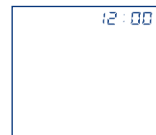

fig. 3
Appuyez sur la touche Memory pour sélectionner le mois et valider avec la touche Start/Stop. Procédez de la même manière pour paramétrer le jour, l'heure et les minutes (fig. 2, fig. 3).
- Si le brassard est appliqué autour du bras gauche, le tuyau à air est posé dans le pli du bras en direction de l'appareil et le repérage de l'artère de 4 cm de long se trouve alors automatiquement au-dessus du pouls (fig. 3).